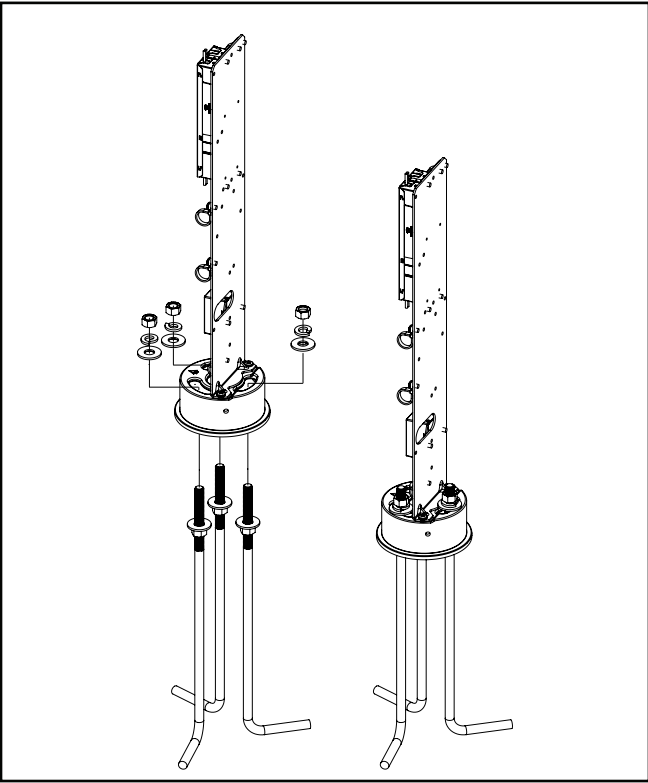

Figure 3.
8. Une fois la base de niveau, assurez-vous que l’orientation finale est réglée de manière à ce que la flèche pointe du côté rue. Ajoutez (1) rondelle, (1) rondelle de blocage et (1) écrou par boulon d’ancrage et serrez les écrous supérieurs à 14 Nm (10 pi-lb) (Figure 3).